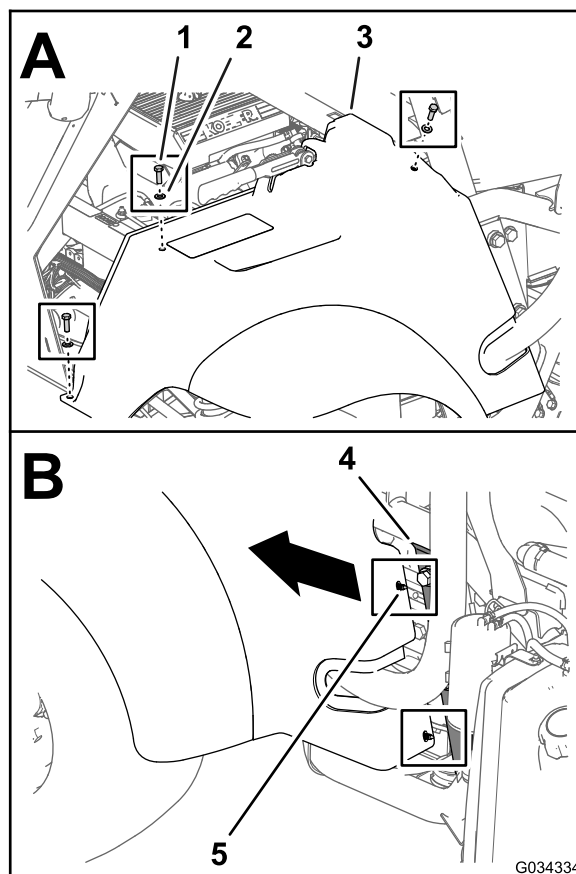

图 3
1. 拆下将左座椅底座和挡泥板固定至机器底盘上的 3 个螺栓 5/16 x 1 英寸和 3 个垫圈 5/16 英寸图 3。
2. 将座椅底座和挡泥板向前移动从机器左侧 ROPS 通道内的 2 个孔 6.4mm 中拿掉座椅底座的 2 个塑料夹锚栓图 3。